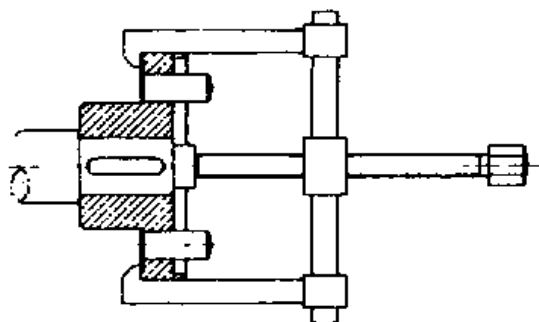

图 8.6
- 按图 8.6 用拉模将联轴器拆下，取出键（940.52）。